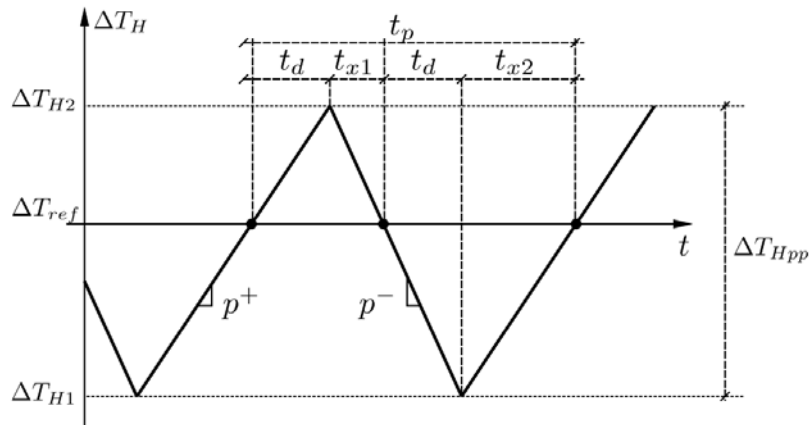

Figura 3: Aproximación del ripple de temperatura por rectas.
- 4) Teniendo en cuenta que  $\tau \gg t_d$ , la forma de onda del ripple de temperatura se puede aproximar por rectas, tal como se muestra en la figura 3.